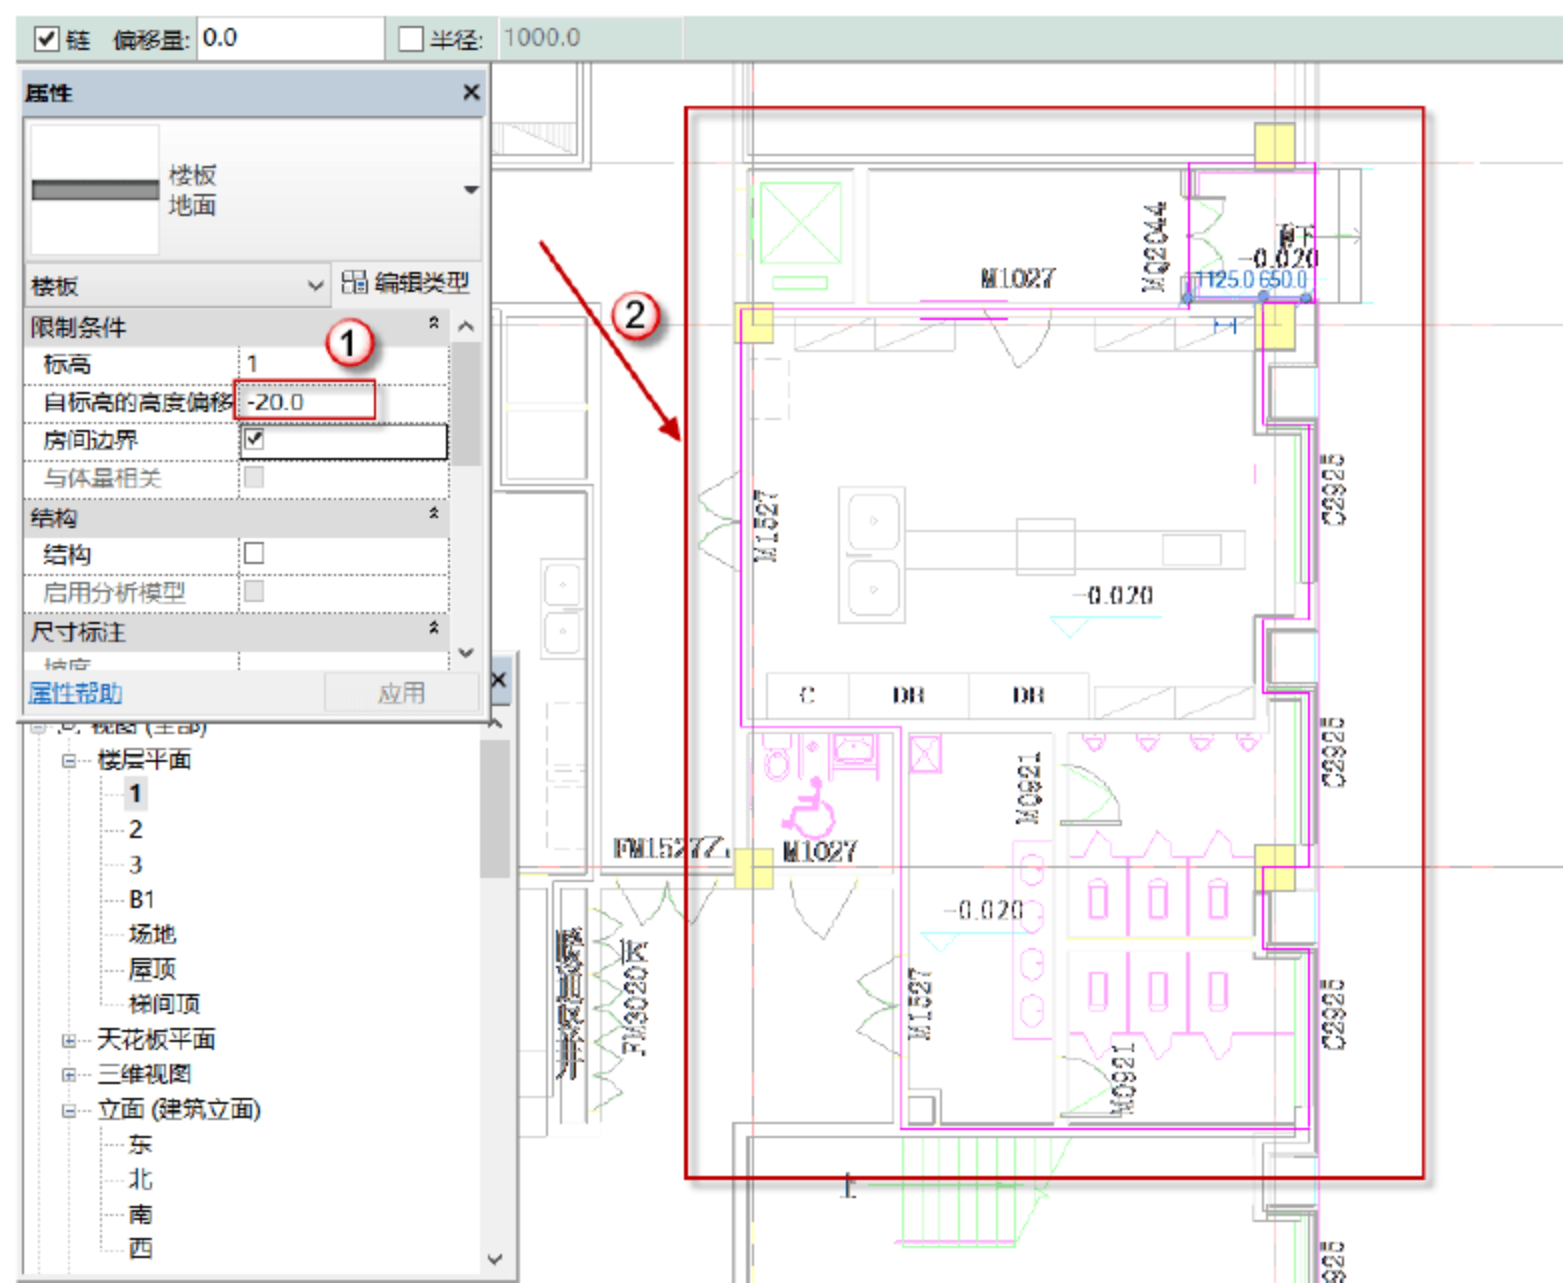

图 10.2.98 标高偏移为“-20”的“地面”部分绘制
(10) 10 轴到 11 轴之间标高偏移为“-20”的“地面”部分绘制。选择“建筑”→“楼板”→“建筑楼板”→“楼面板 1”命令，标高为“1”层，将标高改为“-20”，选用“直线”工具绘制，绘制路径如图 10.2.98 所示，绘制完成后，单击模式选项面板下的√按钮。